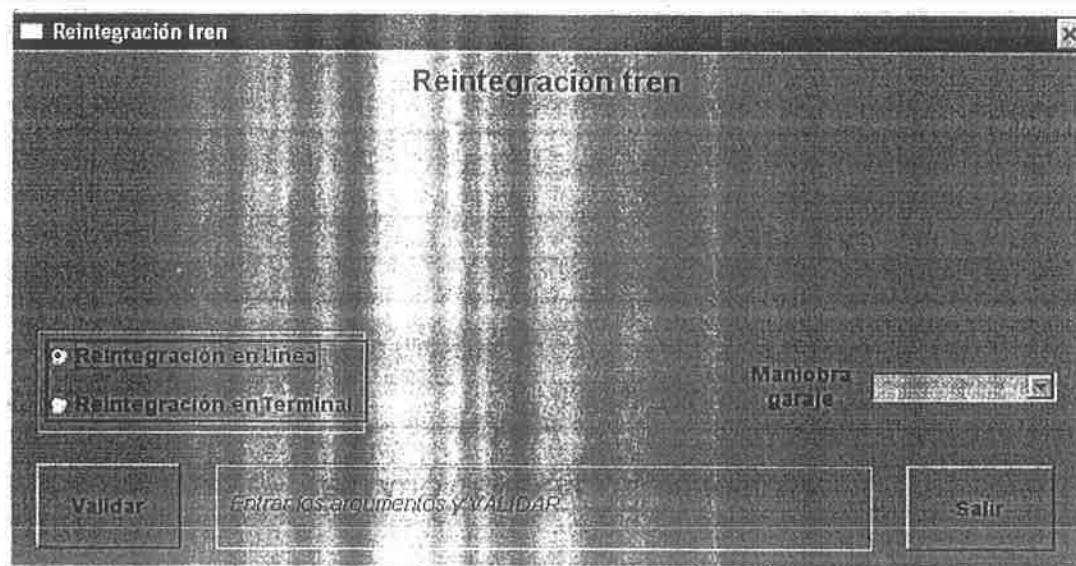

Fig. 39. Ventana “ Reintegración tren ”
• Elegir el tipo de reintegración (en línea o en terminal) (Ver Fig 39)